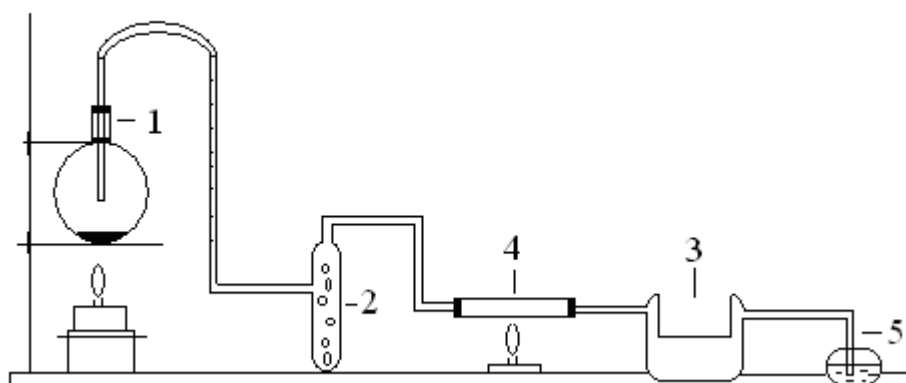

Рис. 1.2. Схема установки для получения нитрида хрома:
В круглодонную колбу (1) (рис. 1.2) поместите несколько кусочков пористого фарфора и налейте концентрированный раствор аммиака.